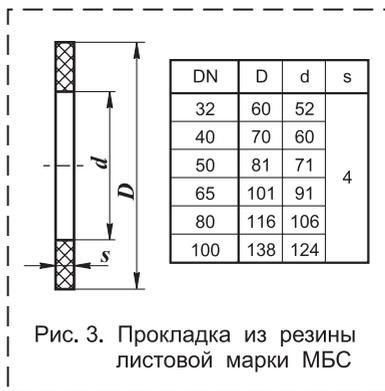
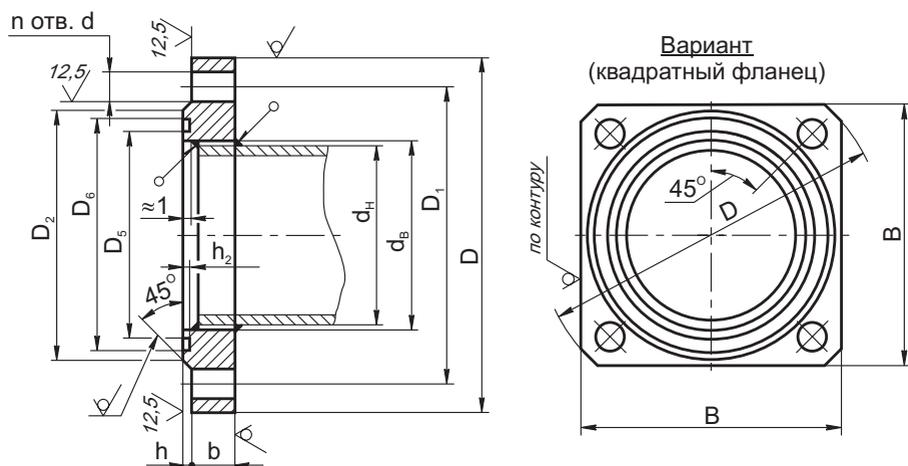

Рис. 3. Прокладка из резины листовой марки МБС
Рис. 4. Фланцы по ГОСТ 33259-2015 (исполнение уплотнительных поверхностей - D)
4.2.8 Монтаж фланцевых соединений выполнить с применением прокладок из резины МБС средней твердости (Рис. 3). Ответные фланцы - стальные приварные по ГОСТ 12820-80 (Рис. 4).